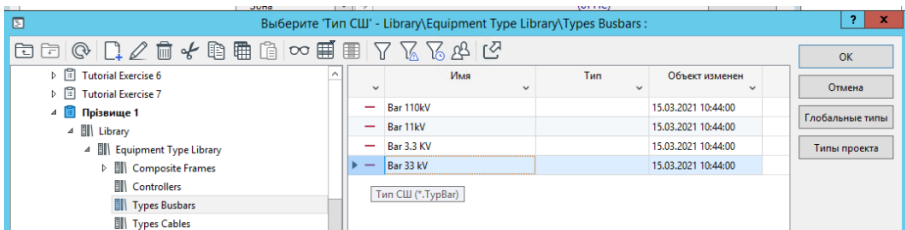

Рисунок 2.2 – Вибір типу шини
- Для визначення Типу натисніть ЛКМ на кнопці вибору типу далі – «Выбрать локальный тип» і виберіть тип «**Bar 33 kV**» та натисніть «ОК» (рис. 2.2).